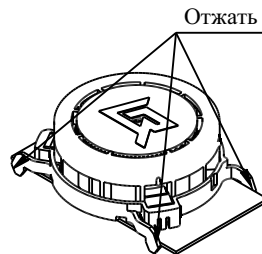

Рисунок 5
- отжать замки на дымовой камере (рисунок 5) и снять ее;